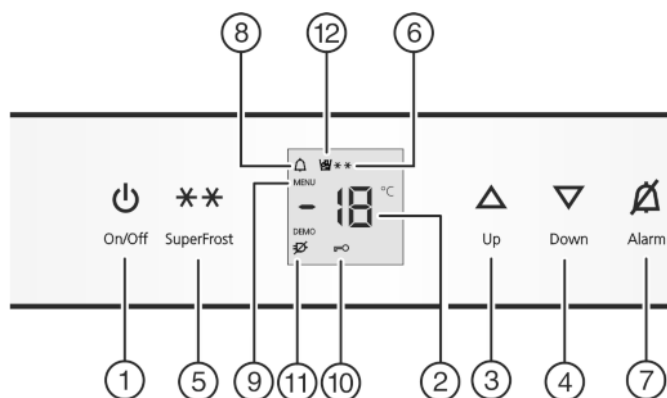

Fig. 2
- ▶ Premere il tasto On/Off Fig. 2 (1).
- ▶ Attivazione del modo regolazione: Premere il tasto SuperFrost Fig. 2 (5) per ca. 5 sec.
- ▷ Il simbolo Menu Fig. 2 (9) si illumina.
- ▶ Premere brevemente il tasto SuperFrost Fig. 2 (5) per confermare.
- ▶ Per inserire la sicurezza bambini premere brevemente il tasto SuperFrost Fig. 2 (5).
- ▷ Il simbolo Sicurezza bambini Fig. 2 (10) si illumina. Nel display lampeggia **c**.
- ▶ Per disinserire la sicurezza bambini premere brevemente il tasto SuperFrost Fig. 2 (5).
- ▷ Il simbolo Sicurezza bambini Fig. 2 (10) si spegne. Nel display lampeggia **c**.
- ▶ Disattivazione del modo regolazione: premere il tasto On/Off Fig. 2 (1).
- ▶ Premere il tasto Allarme Fig. 2 (7).
Contemporaneamente lampeggiano il display della temperatura e il simbolo Allarme Fig. 2 (8).
L'allarme acustico si disattiva automaticamente e il simbolo Allarme Fig. 2 (8) si spegne e il display della temperatura cessa di lampeggiare, quando la temperatura è di nuovo sufficientemente fredda.
► Regolazione della temperatura su valori più caldi: Premere il tasto di regolazione Up Fig. 2 (3).
► Regolazione della temperatura su valori più freddi: Premere il tasto di regolazione Down Fig. 2 (4).